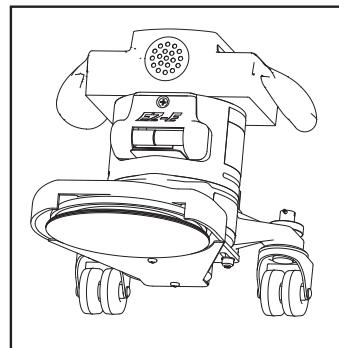

Figure 5
Cette machine doit être mise à la terre pour protéger l'opérateur du danger d'électrocution. La machine est munie d'un cordon d'alimentation avec deux principaux conducteurs et un conducteur de terre. Branchez la fiche dans un réceptacle du type indiqué dans la figure 5. Le conducteur vert et jaune est le conducteur de terre. Ne jamais brancher ce conducteur à une borne autre que celle de mise à la terre.
- Lorsque la machine est en position inclinée, saisissez fermement les deux poignées et mettez l'interrupteur de commande en position « ON ». (Figure 5.)